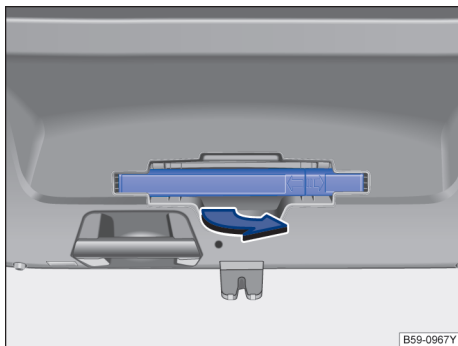

图 45 在行李厢盖中：三角警告牌的固定装置
- 从三角警告牌的固定装置按图示箭头方向按压并旋转，直至取出三角警告牌→ 图 45。